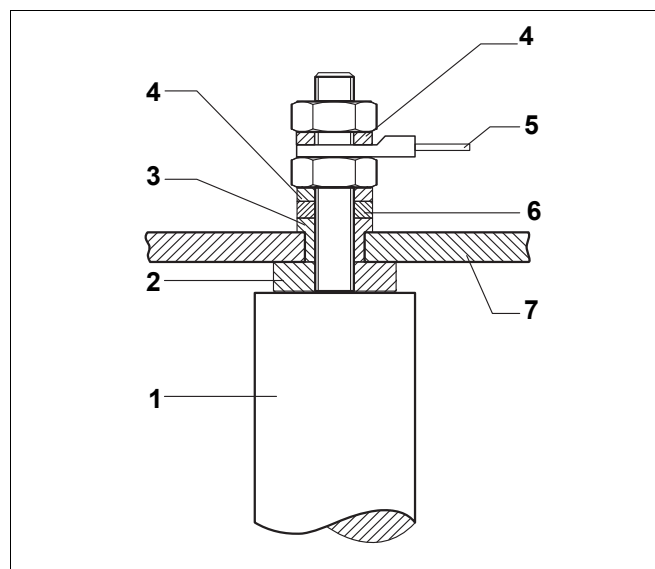

Рис. 15 Подключение магниевого анода
- ▶ При небольшом расстоянии до потолка замените твёрдый магниевый анод (рис. 15) на цепной анод Ø 33 x 1500 мм (артикул №: 5592186).